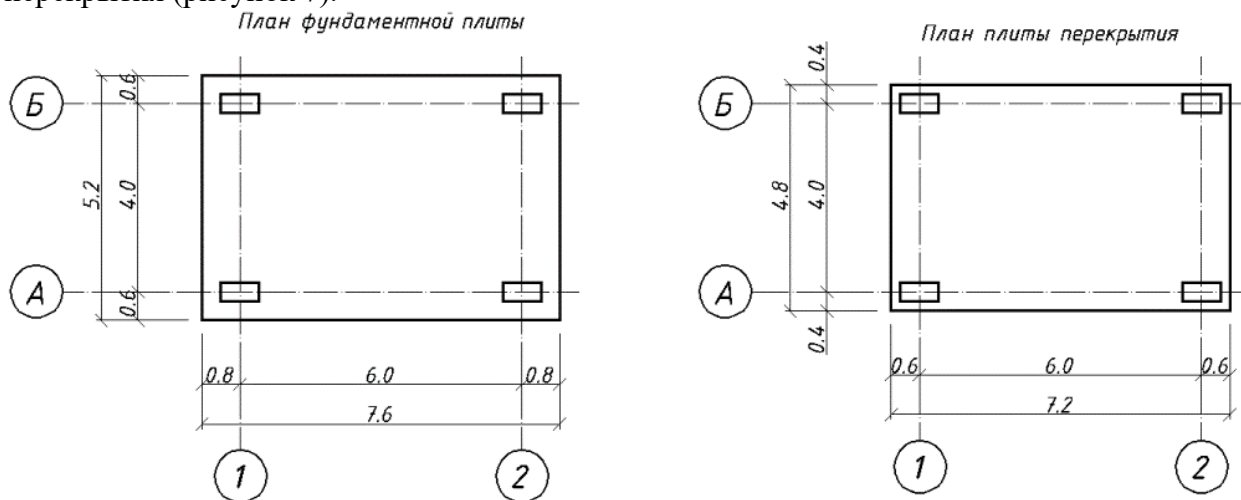

Рисунок 6 - Схема пространственного каркаса
- Расчет производится для сетки плиты перекрытия с размерами конечных элементов  $0,2 \times 0,2$  м и сетки фундаментной плиты с размерами КЭ  $0,4 \times 0,4$  м и  $0,4 \times 0,2$  м (рисунок 6).